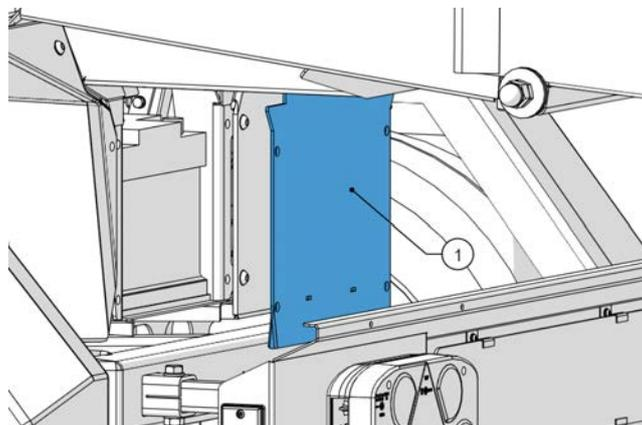

Figure 56 - Dépose du panneau latéral
5. Déposez le panneau latéral (1, Figure 56).